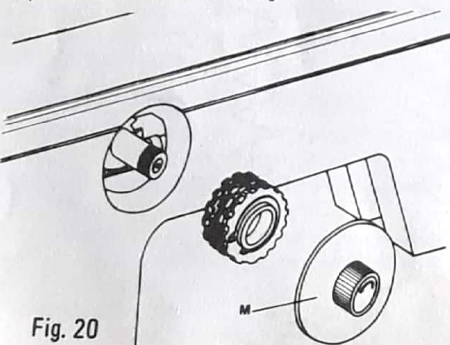

Fig. 20
- \* Quitar la tapa roscada M (Fig. 20)